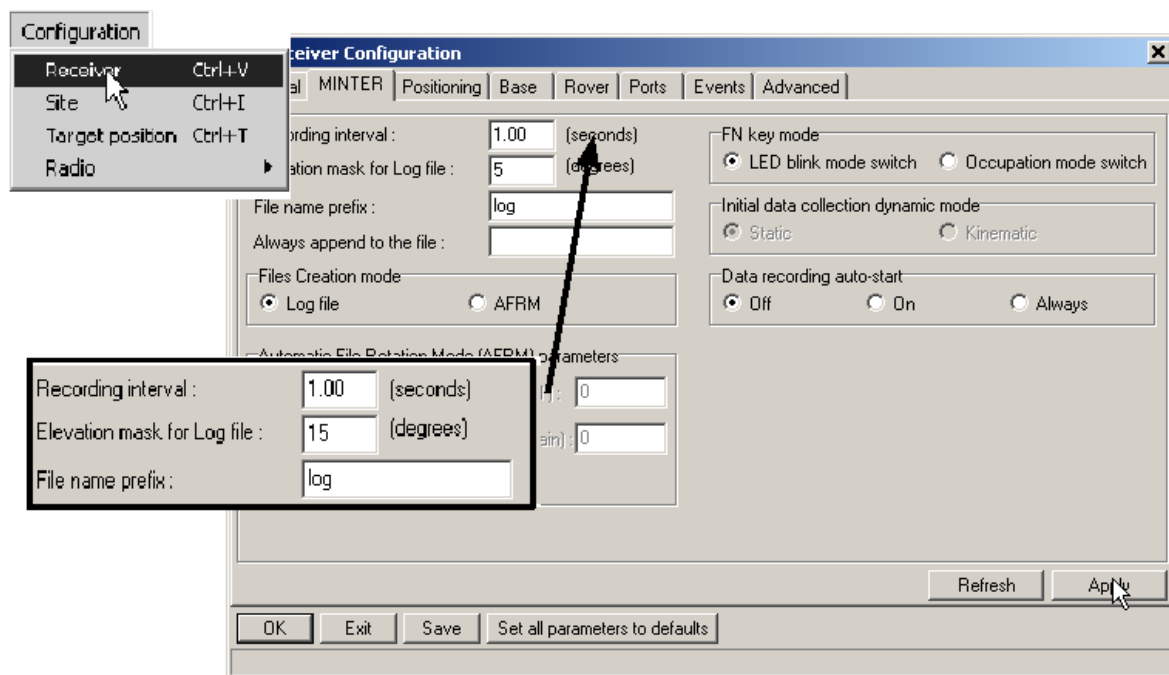

Рисунок 2-11. Настройка приемника - вкладка MINTER
2. После того, как соединение будет установлено, выберите пункт меню **Configuration > Receiver (Настройка > Приемник)**, см. рис. 2-11.
3. Выберите вкладку MINTER установите перечисленные ниже значения параметров настроек, после чего щелкните на кнопке Apply (см. рис. 2-11).